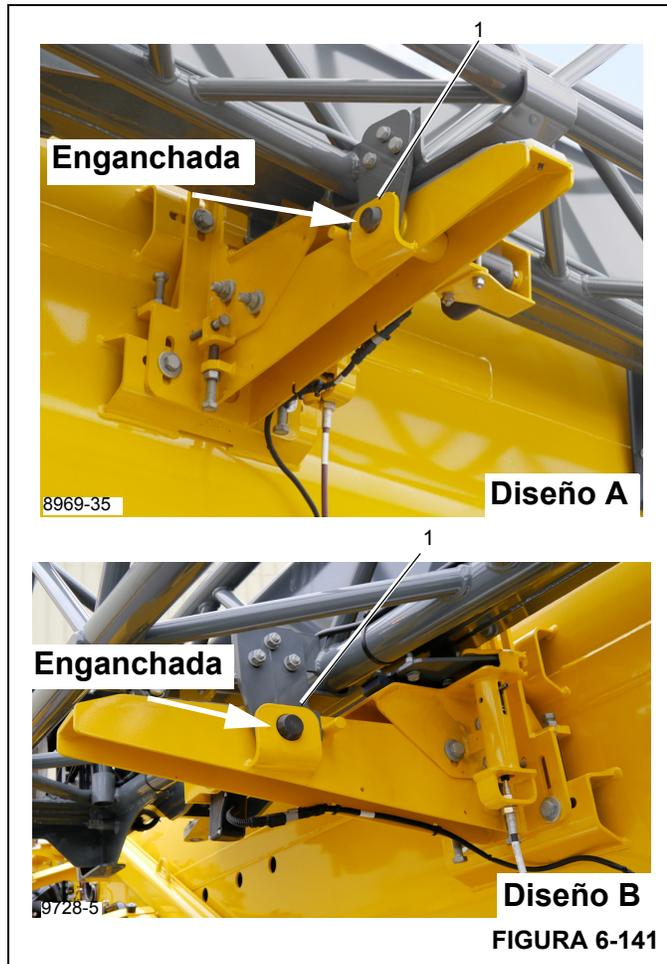

FIGURA 6-141
10. En la pantalla CCS, seleccione el bloqueo del pasador N.º 1 (1) (Figura 6-137), los iconos del pasador N.º 1 se tornan de color verde (1) (Figura 6-141). También puede usar el control remoto manual para asegurar el pasador N.º 1, consulte *Funcionamiento del control remoto estándar*, página 3-114.
- 14. Verifique que el pasador N.º 1 (1) (Figura 6-141) esté enganchado.